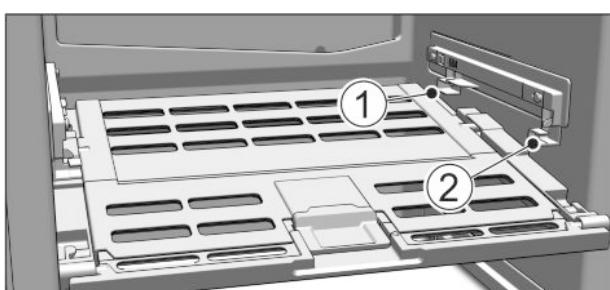

Fig. 51
- ▶ Установка крышки отделения с функцией для хранения овощей и фруктов Fruit & Vegetable-Safe: Вставить попречные ребра крышки через низ в задний держатель Fig. 51 (1) и защелкнуть спереди на держателе Fig. 51 (2).